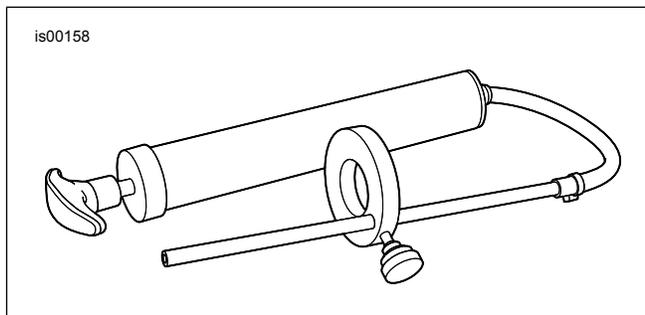

Figure 5. Jauge de niveau d'huile de fourche avant (HD-59000B)
- a. Voir la Figure 5. Se procurer la JAUGE DE NIVEAU D'HUILE DE FOURCHE AVANT (HD-59000B).